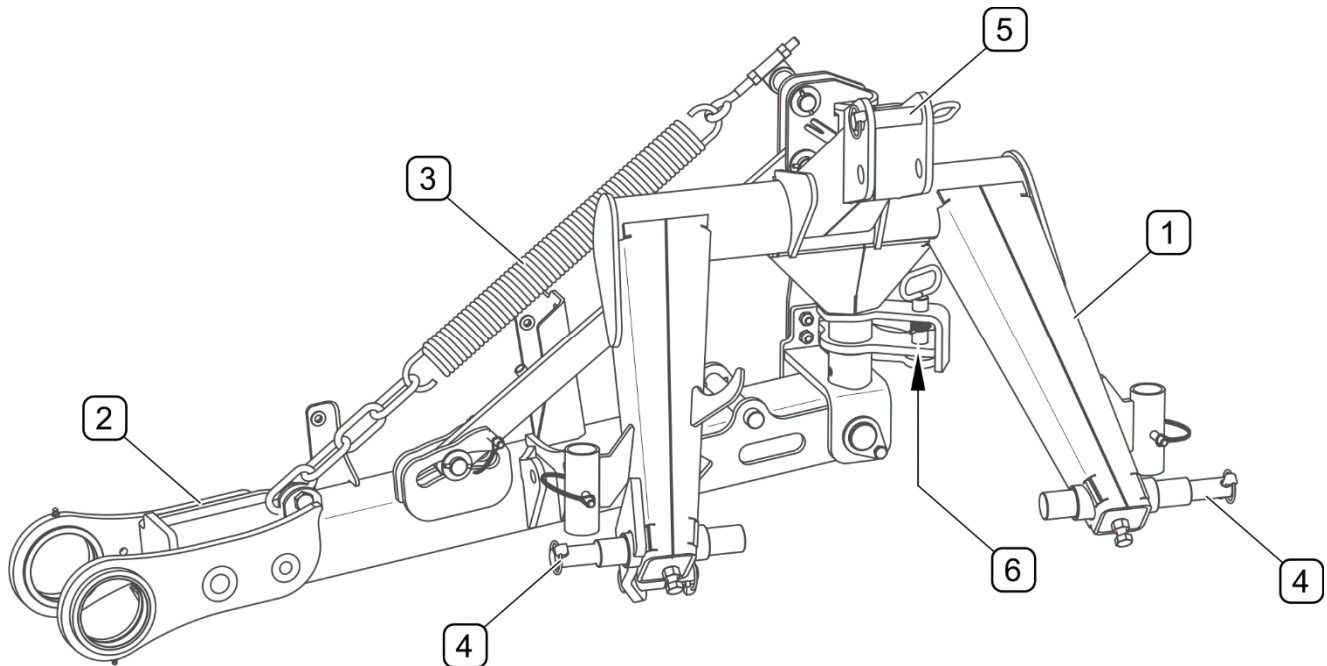

ABBILDUNG 3.2 Aufhängung
(1) - Rahmen der Dreipunktaufhängung; (2) - Tragrahmen; (3) - Entlastungsfeder;
(4) - Bolzen der Unterlenker der Dreipunkthydraulik; (5) - Bolzen des Oberlenkers;
Das Hauptelement der Aufhängung (ABBILDUNG 3.2) des Mähwerks PDK220 ist der Rahmen der Dreipunkthydraulik (1), die mit zwei einstellbaren unteren Bolzen (4) und einem Bolzen des Oberlenkers (5) ausgerüstet ist, die zum Anschluss an die Dreipunkthydraulik des Schleppers dienen. Der Tragarm (2) dient zum Anheben und Absenken des Schneidwerks. Zur Entlastung des Schneidwerks wird eine Feder (3) mit einstellbarer Zugkraft verwendet. Mithilfe des Bolzens (6) wird der in die Transportposition gedrehte Tragrahmen arretiert.